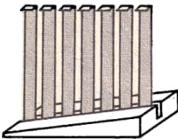

Bild 80
- 10.6** Ein Zungenfrequenzmesser für Wechselstrom besteht aus kleinen einseitig eingespannten Blattfedern verschiedener Länge (Bild 80), die durch eine Magnetspule (im Bild nicht gezeichnet) erregt werden. Erklären Sie die Wirkungsweise des Gerätes.